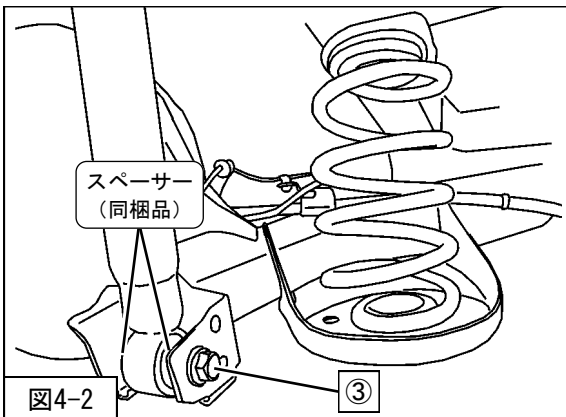

図4-2
2. リアコイルスプリング (同梱品) を取付けてください。(図4-2)
③リアショックアブソーバASSYロア取付ボルト・ナットを使用してリアショックアブソーバASSYを仮付けしてください。(図4-2)
を本締めしてください。(図4-2)